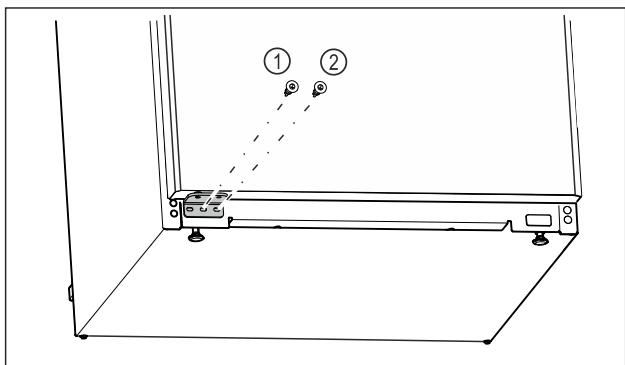

Fig. 26
- ▶ Sredinski vijak ležajnega podstavka Fig. 26 (1) trdno privijte z izvijačem Torx 20.
- ▶ Notranji vijak ležajnega podstavka Fig. 26 (2) trdno privijte z izvijačem Torx 20.